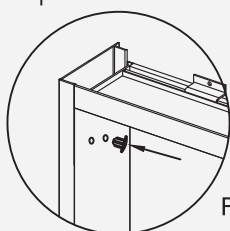
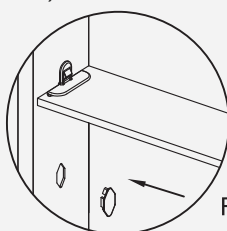

Fig 18
Fig 19
3. Complete los agujeros restantes con tapones de agujeros ③ (Fig 18). Llene los demás agujeros de los clips de estante con tapas decorativas ⑬ (Fig 19).